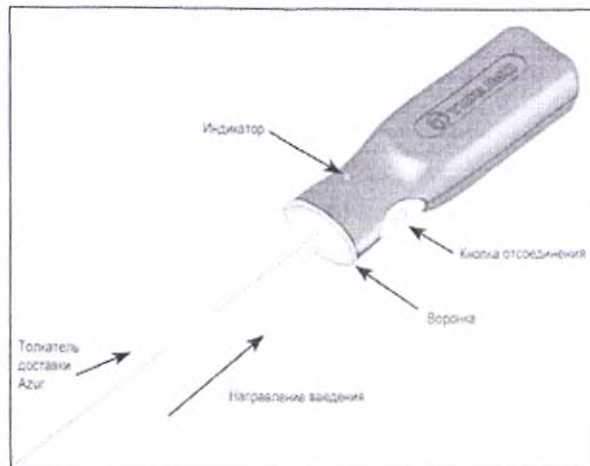

Рисунок 2 – Контроллер отсоединения Azur
13. Перед использованием устройства снимите проксимальный конец толкателя доставки из упаковочного материала. Будьте осторожны, чтобы избежать загрязнения этого конца толкателя доставки инородными веществами, такими как кровь или контрастное вещество. Прочно вставьте проксимальный конец толкателя доставки в воронкообразную часть контроллера доставки Azur. См. рисунок 2. **Не нажимайте кнопку отсоединения в данный момент.**
33. Подключите проксимальный конец толкателя доставки к контроллеру отсоединения Azul, плотно вставив проксимальный конец толкателя доставки в воронкообразную часть контроллера отсоединения Azul. См. рисунок 2.